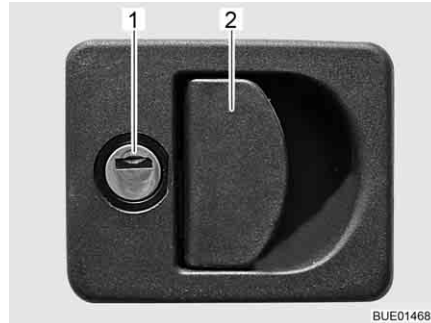

Fig. 31 Cerradura de la trampilla con tirador concha
- Introducir la llave en el cilindro de cierre (Fig. 31,1) y girarla un cuarto de vuelta. La cerradura de la trampilla está desbloqueada.
- Tirar del asidero de la cerradura (Fig. 31,2). La trampilla exterior está abierta.